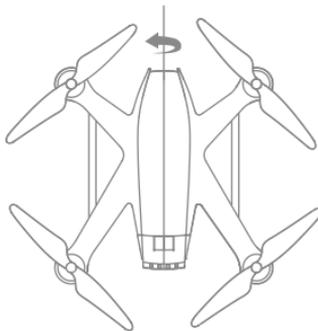

Рис.3
- Теперь расположите дрон хвостом вниз (Рис.3) и медленно вращайте на 360 градусов по часовой стрелке до тех пор, пока индикаторы состояния не станут светиться зеленым постоянно, указывая, что калибровка завершена. После завершения калибровки выключите и включите питание дрона. Теперь можно летать!